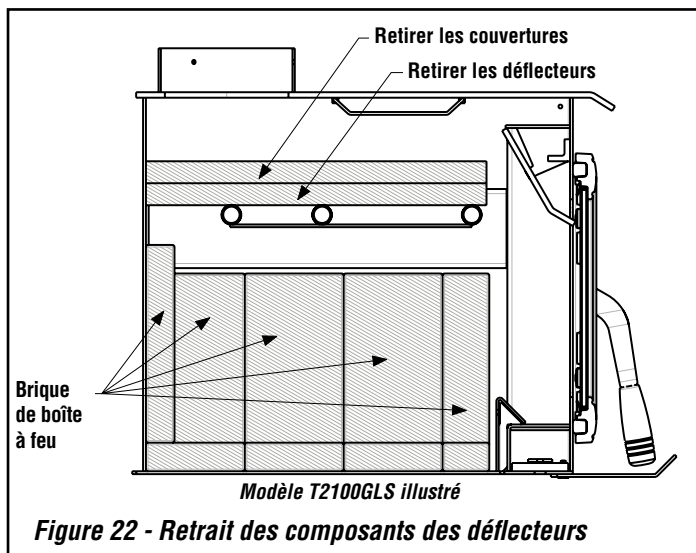

Figure 22 - Retrait des composants des déflecteurs
Étape 1. Retirer avec précaution les couvertures et les déflecteurs (voir **figure 22**).